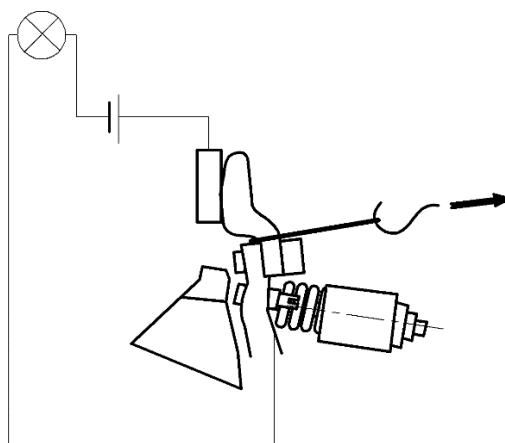

Рисунок 3. Замер конечного давления контактов
3.2.7. Конечное нажатие на контактах проверить и регулировать при замкнутых контактах с помощью индикатора цепи, включённого последовательно с главными контактами. Петлю из тонкой стальной проволоки или прочной нити ввести в щель между подвижным контактом и рычагом. Крюком динамометра зацепить за петлю и оттянуть в направлении, указанном на рис.3, до момента срабатывания индикатора. Показание динамометра в этот момент определяет величину конечного нажатия в месте контроля. Принцип замеров показан на рисунке 3.